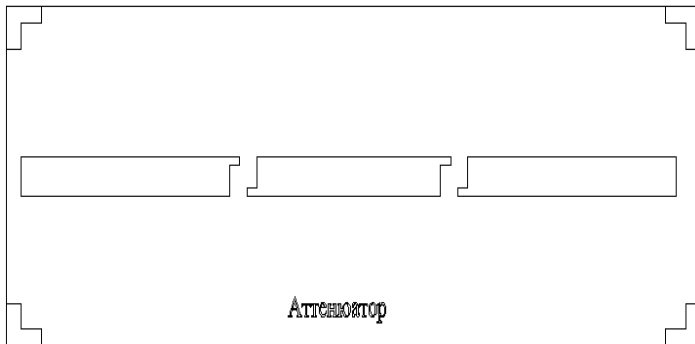

Рис. 2.71
2. Выберите в меню **Layout>Export**. В открывшемся окне выберите тип файла **DXF(DXF Flat, \*.dxf)** и нажмите **Сохранить**. В AutoCAD топология будет выглядеть, как показано на рис. 2.71.